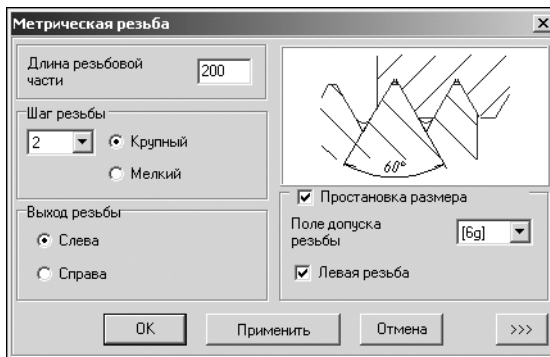

Рис. 4.9.
4. Укажите тип **Метрическая** и щелкните левой клавишей мыши. Откроется окно, предназначенное для ввода параметров резьбы (рис. 4.9).